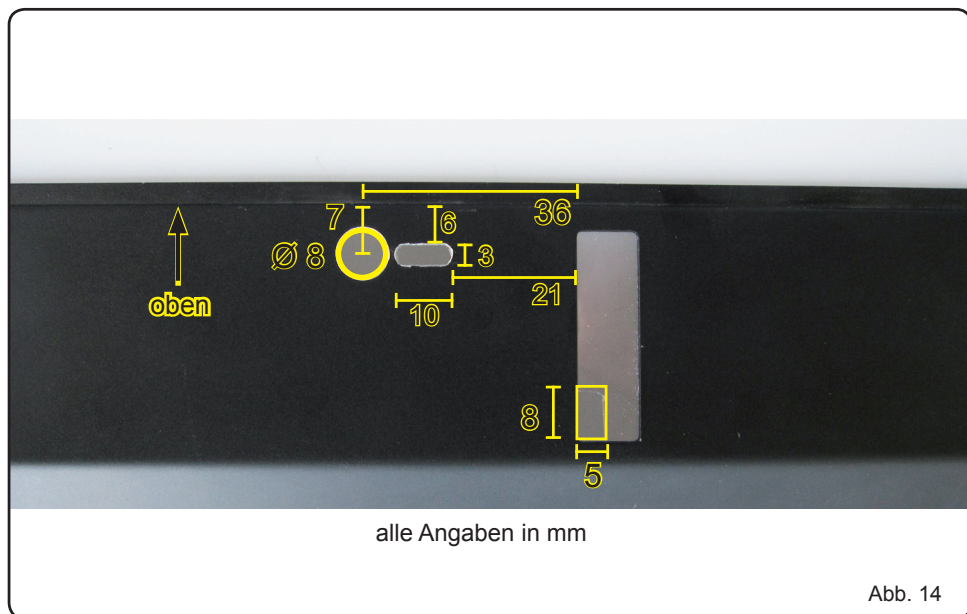

Abb. 14
5. Wir empfehlen, Ausschnitte für die BIND/RANGE-Taste, Kopfhörer- und DATA-Buchse anzufertigen. Diese Ausschnitte sind zumindest für den Kopfhöreranschluss notwendig, damit der Kopfhörer bequem eingesteckt werden kann (Abb. 14).